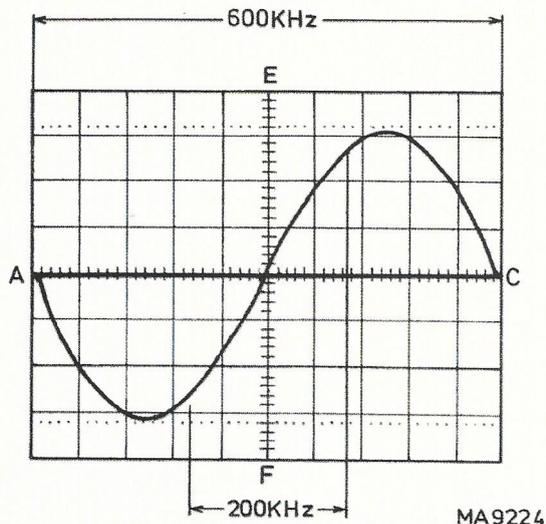

Fig. 18. Courbe de discriminateur
- Le passage à zéro de la courbe passe-bande doit être au centre de l'image (Fig. 18).
- Le centre de la partie droite de la courbe doit être sur la ligne EF (Fig. 18).